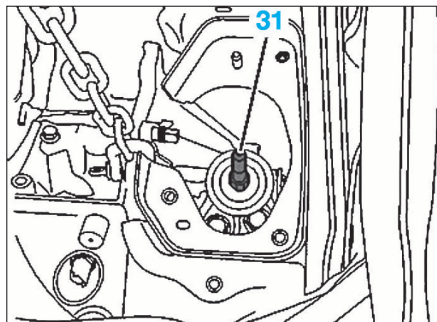

FIG. 12
- Déposer (Fig.12) :
- l'axe de boîte de vitesses (31) et sa rondelle à l'aide de l'outil [4]